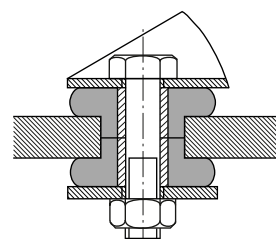

Fig. 2 (per 539920)
*il modello 539920 è montato in coppia: vedere montaggio fig. 2